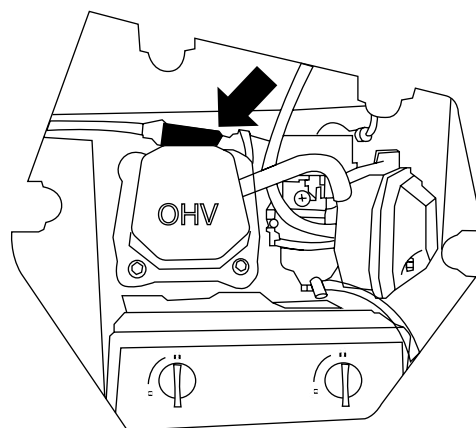

Figure 18: Retirer le couvercle de la bougie d'allumage
4. Retirez le couvercle de la bougie en tirant fermement la poignée de la bougie d'allumage en métal directement loin du moteur (voir Figure 18).